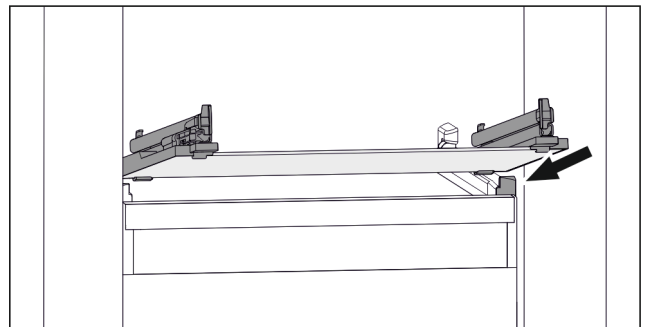

Fig. 111 Exemple de représentation de la tablette en verre
- ▶ Placer la tablette en verre, en l'inclinant, derrière les butées. (voir Fig. 111)